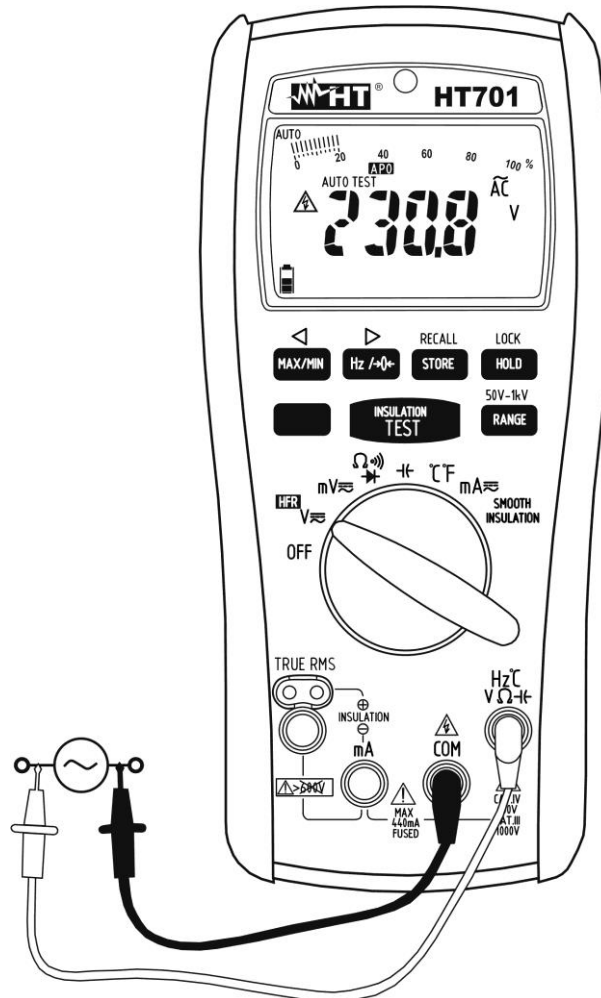

Fig. 3: Uso del instrumento para medida de Tensión CA
4. Inserte el cable rojo en el terminal de entrada **Hz°CVΩHz** y el cable negro en el terminal de entrada **COM** (vea Fig. 3)